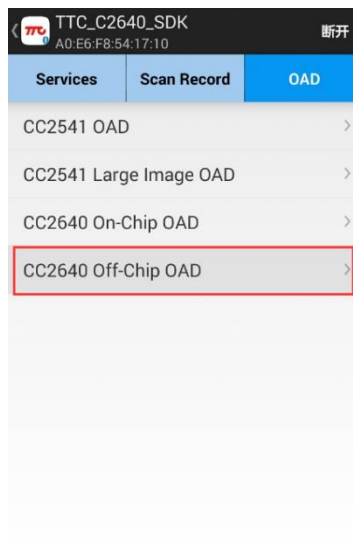

图 2-5-10 OAD 类型
- (6) 选择 OAD 类型“CC2640 Off-Chip OAD”，如图 2-5-10；